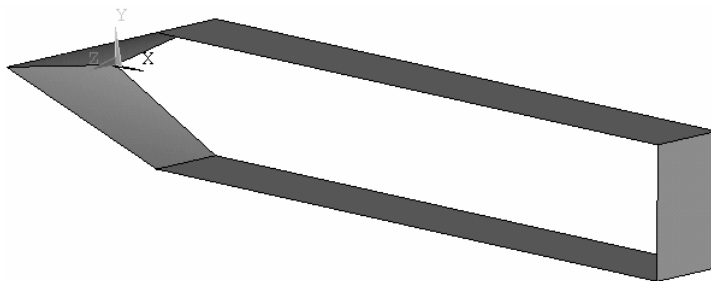

图 9-4 船体侧面
(6) 如图 9-4 所示, 连接相应的关键点, 生成船体侧面。